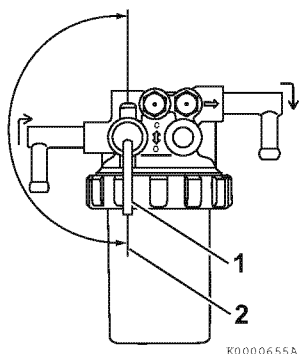

Рисунок 1
2. Убедитесь, что топливный краник топливного фильтра/водоотделителя (1, Рисунок 1) находится в открытом положении (2, Рисунок 1).